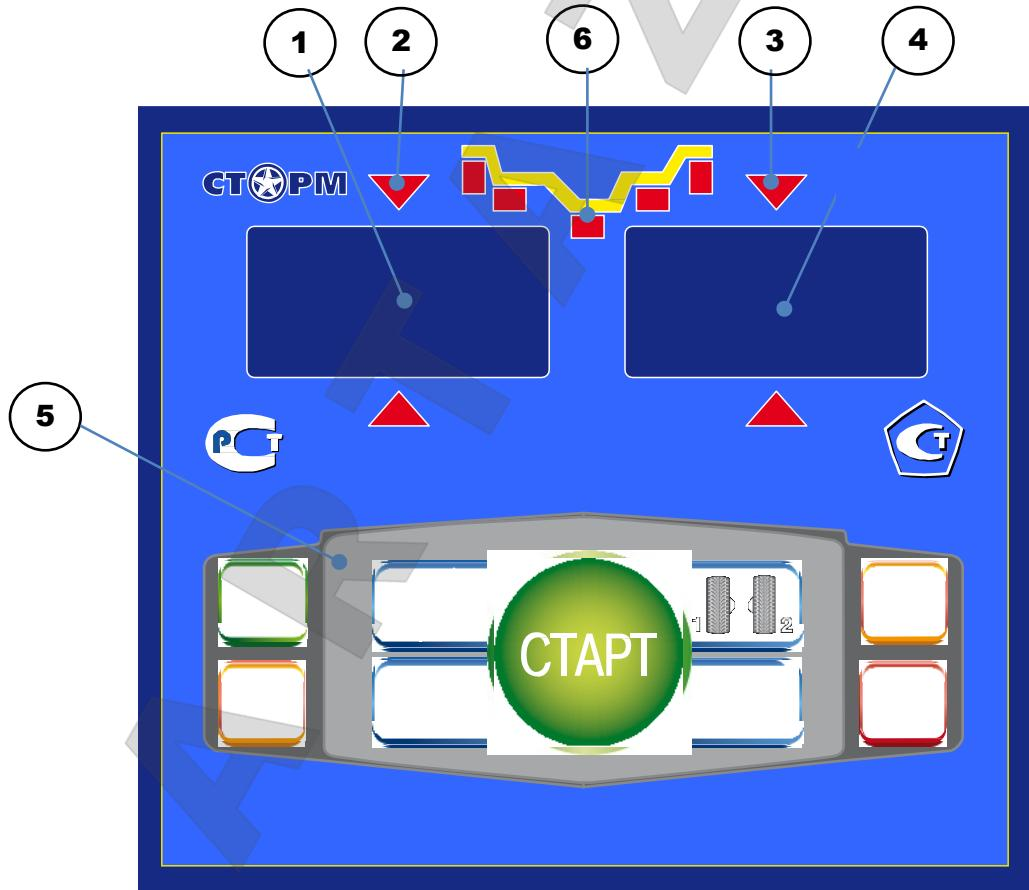

рис.8.1.
8.1. Общий вид лицевой панели показан на рис. 8.1.
При выдвижении штанги на индикаторах 1 (рис. 8.1) отображается значение параметра "A". Значение параметра "d" отображается на индикаторах 4.
Для ввода ширины нажмите кнопку "+" или "-" на индикаторах 1 (рис. 8.1) высветится "-b-", а на индикаторах 4 значение ширины диска. Через 2-3 сек после установки ширины индикаторы в режим отображения текущего дисбаланса.
Дважды нажать кнопку "A, d, b", после чего на индикаторах 1 (рис. 8.1) загорается символ "A", а на индикаторах 4 исходная величина дистанции. Нажимая кнопки "-" и "+" установить на индикаторах 4 требуемую величину дистанции. Через 2-3 сек после установки дистанции показания на индикаторах 1 и 4 возвращаются к отображению текущего дисбаланса, а кнопки "-" и "+" возвращаются в режим ввода ширины обода.
11.1. Переключение схем ALU1-ALU5 осуществляется последовательным нажатием кнопки "ALU" при этом схема установки грузов отображается загоранием соответствующих светодиодов 6 (рис.8.1), кроме того, на индикаторах 1 отображаются символы ALU, а на индикаторах 4 номер 1-5. Через 2-3 сек. после установки требуемой программы ALU индикаторы 1-4 переходят в режим отображения дисбаланса.
Эта функция обеспечивается тем, что каждый раз при вводе новых геометрических параметров и установке требуемой программы ALU, предыдущее состояние запоминается. Для перехода от одного набора параметров к другому необходимо нажать кнопку "1-2". Визуальный контроль того, какие параметры установлены в данный момент, осуществляется нажатием "A,d,b" на индикаторах 4 (рис.8.1) будут последовательно отображены, установленные в данный момент диаметр и ширина обода и дистанция.
13.1. При включении тумблера питания СБ на индикаторах 1 (рис. 8.1) высвечивается трёхзначное число -номер версии программного обеспечения. Через 2-3 сек на индикаторах 1 и 4 должны загореться нули, кроме того должны загореться светодиоды 6, что свидетельствует о включении режима стандартной балансировки с установкой на обеих плоскостях коррекции грузиков на пружинках. На светодиодах 2 и 3 (рис. 8.1) должны загореться оба светодиода.
13.2. При включении СБ программа измерения дисбаланса настраивается таким образом, что дисбаланс менее 8 г ( заводская установка) на любой плоскости коррекции не показывается, в этом случае на индикаторах 1 и 4 (рис. 8.1) высвечиваются "0". Минимальный дисбаланс отображающийся на индикаторах 1 и 4 равен 8г. Дисбаланс, превышающий 8г, округляется до величины кратной 5, т. е. дисбаланс 9, 10, 11 и 12 г отображается цифрой 10, дисбаланс 13, 14, 15, 16 и 17 г - цифрой 15 и т. д. Для просмотра неокруглённого значения дисбаланса или дисбаланса менее 8г. необходимо нажать кнопку
13.5.1. Поднимите защитный кожух. Вручную поворачивайте колесо в направлении, которое показывают светодиоды 2 и 3 (рис. 8.1.) до тех пор, пока не загорятся оба светодиода и начнут мигать вместе с значением массы корректирующих грузов.
14.2.1. Войти в программу калибровки СБ, для чего нажать и удерживать кнопку "С". На индикаторах 1 и 4 (рис.8.1), появятся мигающие символы "CAL". После звукового сигнала символы "CAL" загораются постоянно.